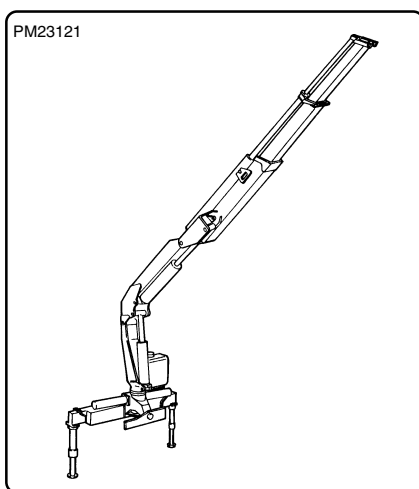

fig. 8.20.1
- a) aprire completamente tutti i martinetti della gru (fig. 8.20.1), compresi gli stabilizzatori, azionando anche la rotazione a fine corsa.
- a) *fully open all the crane cylinders (fig. 8.20.1), including the outriggers, and slewing system rotating the crane at the stroke end.*
Svitare la cartuccia "1" fig. 8.20.1 dal suo supporto utilizzando una chiave esagonale di 60 mm.
Unscrew the cartridge "1" fig. 8.20.1 from its support using an 60 mm hexagonal spanner.